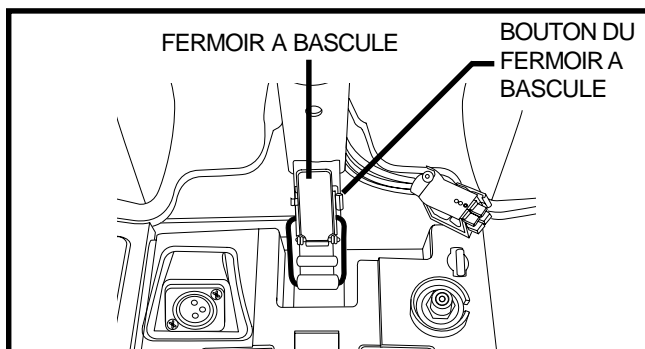

Figure 21. Fermail à bascule
1. Pesez sur le bouton de détente tout en tirant sur le fermail. Voir la figure 21.
5. Enclenchez le fermoir à bascule. Voir la figure 21.